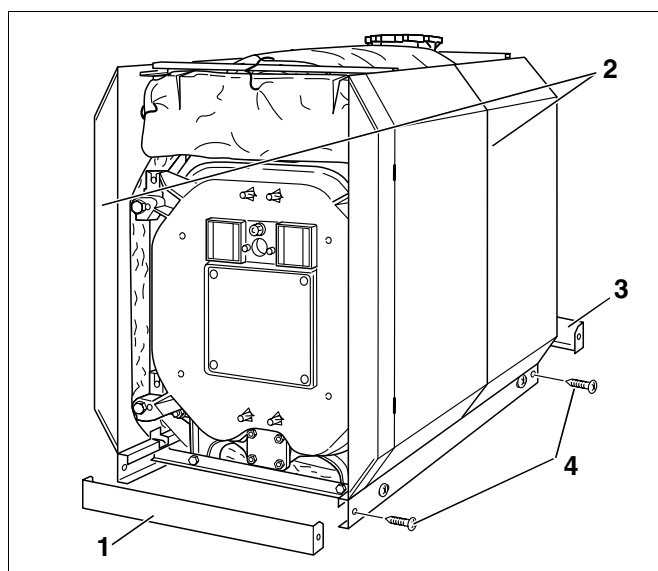

Рис. 51 Установка цокольных планок
- После выравнивания боковых стенок (рис. 51, **поз. 2**) в вертикальной плоскости, можно окончательно затянуть саморезы крепления цокольных планок (рис. 51, **поз. 4**).
- Поперечные цокольные планки (рис. 51, **поз. 1** и **3**) спереди и сзади задвинуть в продольные цокольные планки. Отбортовка должна находиться внизу и быть направлена к котлу (рис. 51).